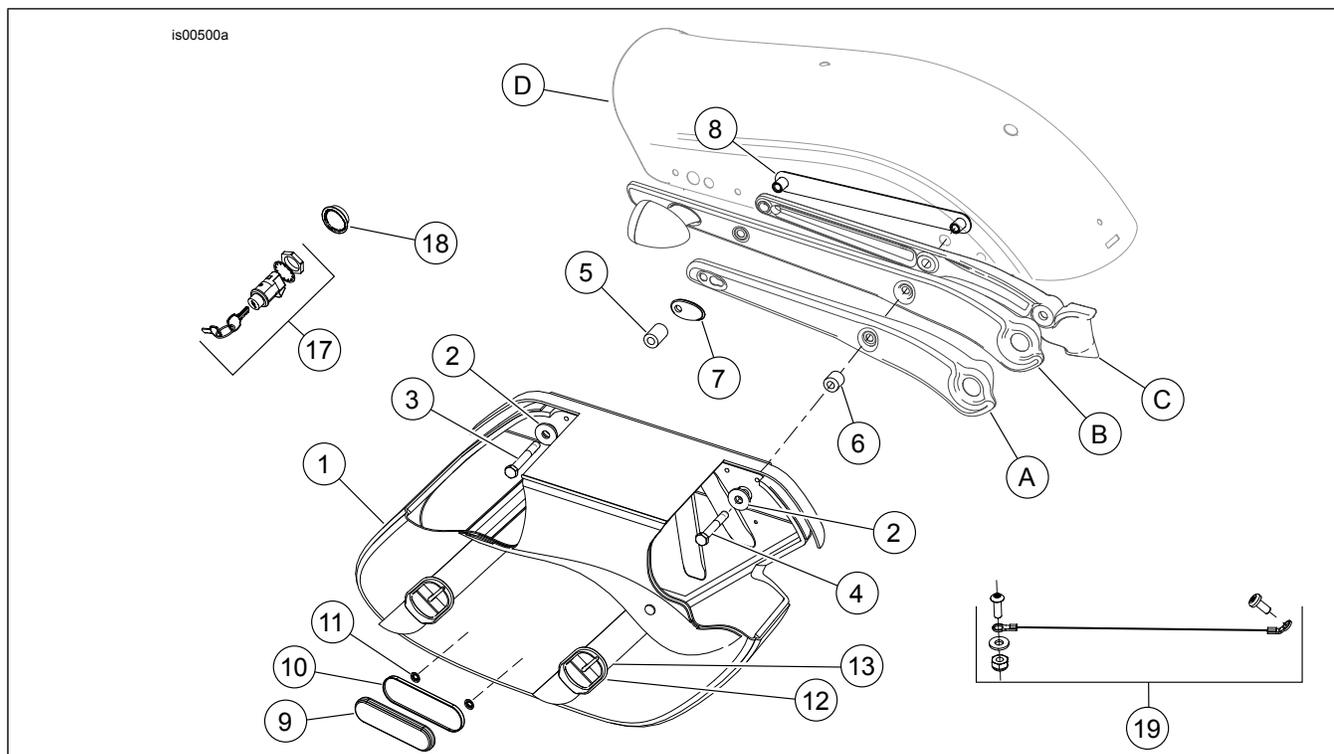

Figura 3. Parti di ricambi per applicazioni 2006 ed anni successivi (eccetto FXDB)
Consultare l' Figura 3 e la Tabella 3.
5. **Tutti gli altri modelli:** Consultare l' Figura 3 e la Tabella 3. Installare all'interno del parafango la staffa di sostegno (8) del parafango presa dal kit.
12. Eliminare il coperchio della rientranza (7) nei modelli FXDB 2009 e anni successivi e FXDWG 2010 e anni successivi